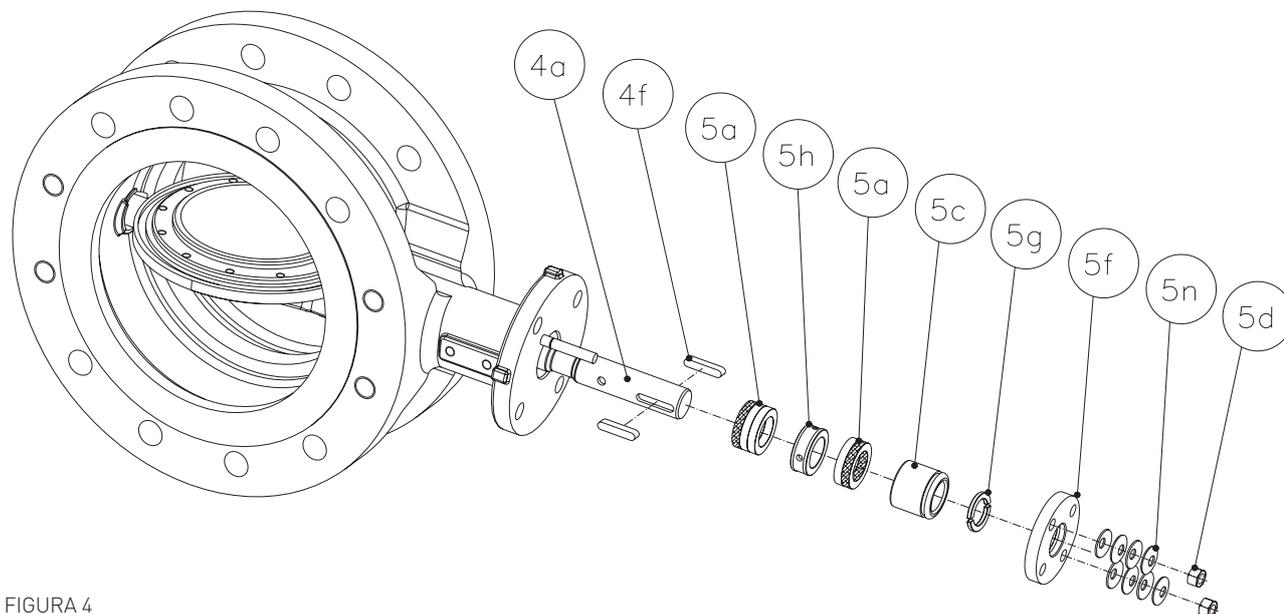

FIGURA 4
Fare riferimento alla figura 4.
6. Applicare un sottile strato di lubrificante sulla superficie di ogni anello del nuovo packing (5a) (il lubrificante deve essere in accordo alla Tabella 3). Inserire i nuovi anelli del packing, prestando attenzione a inserire i due anelli a treccia alla fine e all'inizio dell'intero packing. Se la valvola presenta un'opzione di flussaggio packing, inserire l'anello della lanterna (5h) nella sequenza originale (oppure come indicato nella figura 4). Se gli anelli del packing sono tagliati, installarli con i tagli posizionati a 180° gli uni dagli altri.